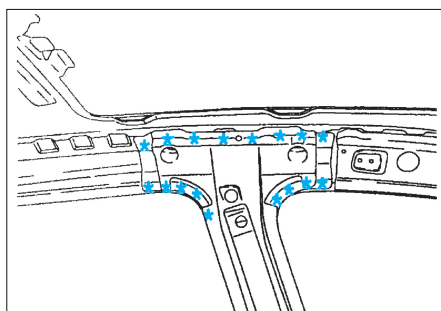

FIG. 67
- par fraisage des points (Fig.67).